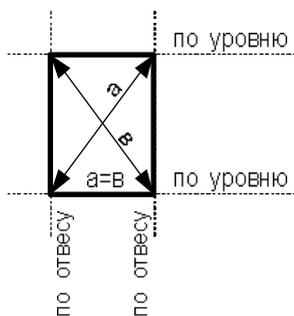
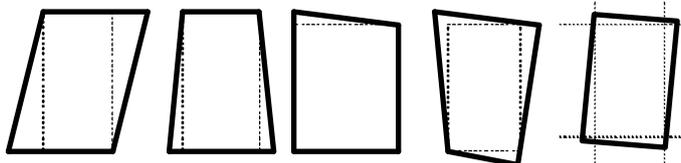

Рис. 2. Прямоугольный проем.
Рис. 3. Кривые проемы и вписанные в них прямоугольники.
- б) Полная. С помощью уровня, отвеса и рулетки определите положение и размеры прямоугольника (рис. 2), вписанного в данный проем. Примите размеры вписанного прямоугольника за размеры проема (рис. 3).